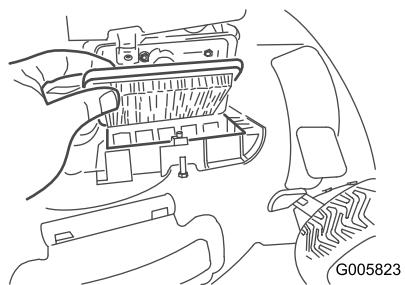

Bild 35
- Tauschen Sie den Luftfilter aus (Bild 35).